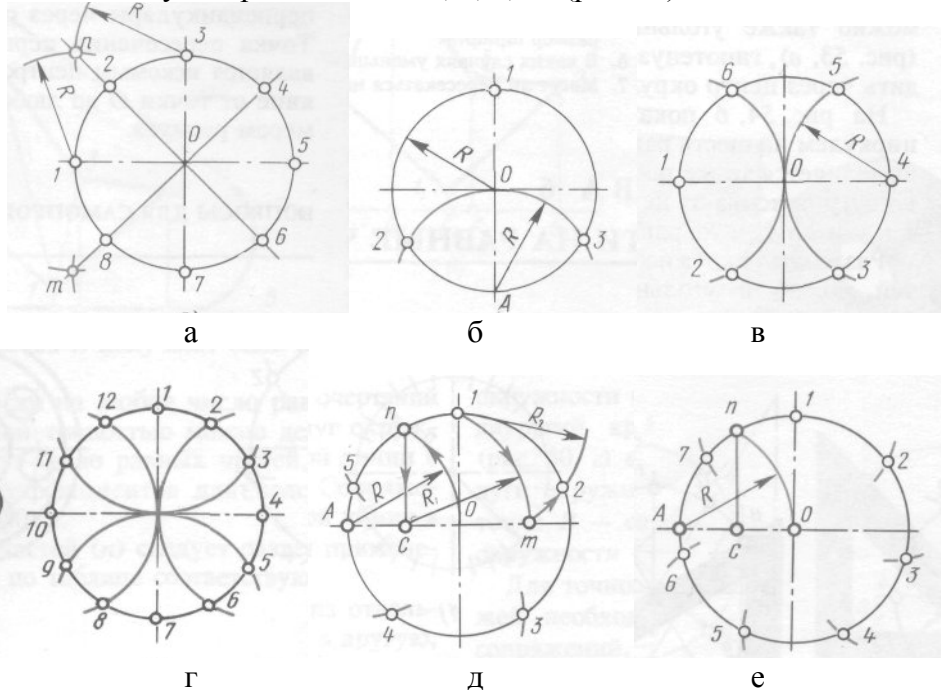

Рис.3. Деление окружностей на равные части
2) Далее делят прямой угол на 2 равные части (точки 2, 4, 6, 8) (рис.3 а).
1) Для нахождения точек, делящих окружность радиуса R на 3 равные части, достаточно из любой точки окружности, например точки $A(1)$, провести дугу радиусом R (т.2,3) (рис.3 б).
2) Описываем дуги R из точек 1 и 4 (рис.3 в).
3) Описываем дуги 4 раза из точек 1, 4, 7, 10 (рис.3 г).
1) Из точки A радиусом R проводят дугу, которая пересекает окружность в точке n . Из точки n опускают перпендикуляр на горизонтальную осевую линию, получают точку C . Из точки C радиусом $R_1=C1$, проводят дугу, которая пересекает горизонтальную осевую линию в точке m . Из точки 1 радиусом $R_2=1m$, проводят дугу, пересекающую окружность в точке 2. Дуга $12=1/5$ длины окружности. Точки 3,4,5 находят, откладывая циркулем отрезки, равные $m1$ (рис.3 д).
2) Из точки A проводим вспомогательную дугу радиусом R , которая пересекает окружность в точке n . Из нее опускаем перпендикуляр на горизонтальную осевую линию. Из точки 1 радиусом $R=nc$, делают по окружности 7 засечек и получают 7 искомых точек (рис.3 е).